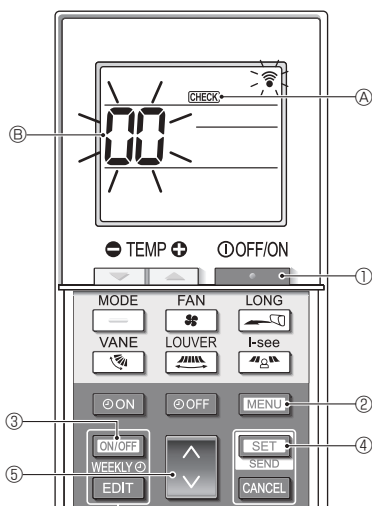

Fig. 7-6
■ Αυτοδιαγνωστικός έλεγχος (Fig. 7-6)
1. Πατήστε το κουμπί [ON/OFF] ① για να σταματήσετε το κλιματιστικό.
- Αν ο εβδομαδιαίος χρονοδιακόπτης είναι ενεργοποιημένος (το WEEKLY είναι ενεργοποιημένο), πατήστε το κουμπί [ON/OFF WEEKLY] ③ για να τον απενεργοποιήσετε (το WEEKLY είναι απενεργοποιημένο).
2. Πατήστε το κουμπί [MENU] ② για 5 δευτερόλεπτα.
- Το CHECK ④ ενεργοποιείται και η μονάδα εισέρχεται σε κατάσταση αυτοδιαγνωστικού ελέγχου.
3. Πατήστε το κουμπί [MODE] ⑤ για να επιλέξετε τη διεύθυνση ψυκτικού (διεύθυνση M-NET) ⑥ της εσωτερικής μονάδας για την οποία θέλετε να εκτελέσετε τον αυτοδιαγνωστικό έλεγχο.
4. Πατήστε το κουμπί [SET] ④.
5. Πατήστε το κουμπί [ON/OFF] ①.
- Το CHECK ④ και η διεύθυνση ψυκτικού (διεύθυνση M-NET) ⑥ απενεργοποιούνται και ο αυτοδιαγνωστικός έλεγχος ολοκληρώνεται.